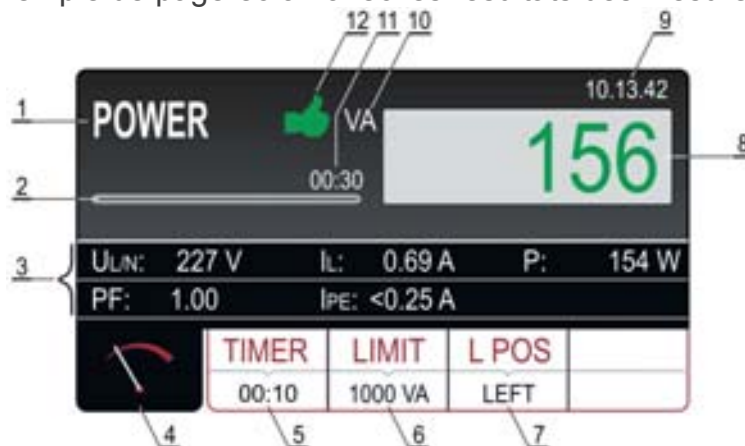

Fig. 64: Page-écran des résultats des essais de POWER
9. Le résultat du test (puissance apparente) sera affiché en vert s'il est inférieur ou égal ou en rouge si supérieur à la valeur limite réglée. Le résultat final sera accompagné du symbole vert et d'un signal sonore bref (résultat OK) ou du symbole rouge et d'un signal sonore prolongé (résultat non OK). La figure 36 montre un exemple de page-écran avec les résultats des mesures. La Fig. 64 montre un exemple de page-écran avec les résultats des mesures